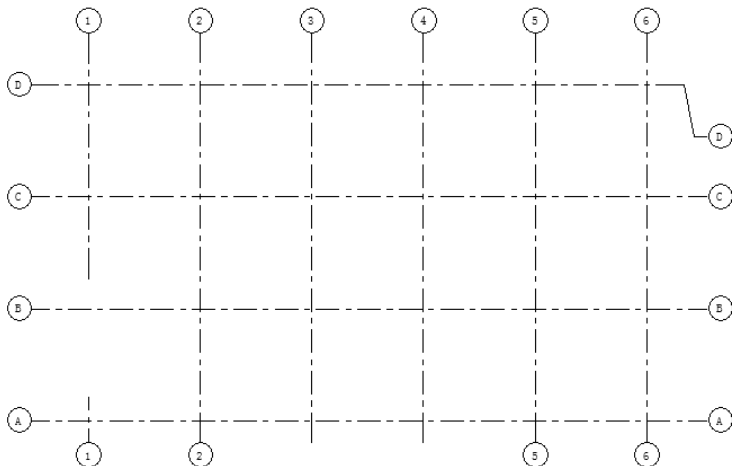

图 4-47 关闭轴号
- （9）选择任意轴线，勾选或取消勾选轴线外侧的复选框 ，打开或关闭轴号显示，如图 4-47 所示。